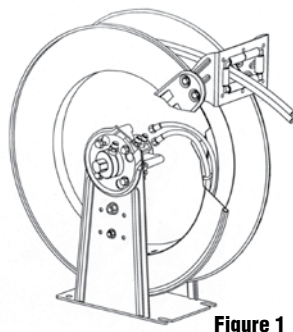

Figure 1
2. Faites passer les tuyaux de sortie au travers du support de guidage (figure 1).